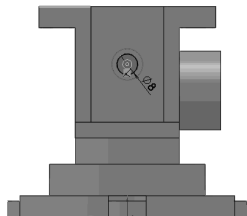

图 7-115 绘制正面 $\phi 8$ 孔草图
2) 绘制正面 $\phi 8$ 孔草图。单击“草图”控制面板中的 $\odot$ （圆）按钮，绘制一个圆；单击“草图”控制面板中的 $\text{f}$ （智能尺寸）按钮，或选择菜单栏中的“工具”→“标注尺寸”→“智能尺寸”命令，标注圆的直径为 8，如图 7-115 所示。